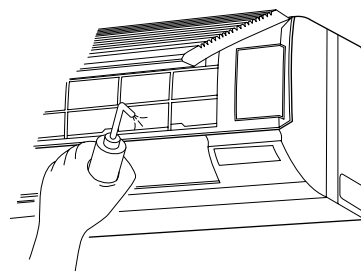

Рис. 18
- После присоединения всех труб проверьте дренаж: откройте лицевую панель, удалите воздушный фильтр, залейте немного воды в дренажный поддон и убедитесь в равномерном вытекании воды из шланга. (См. рис. 18)